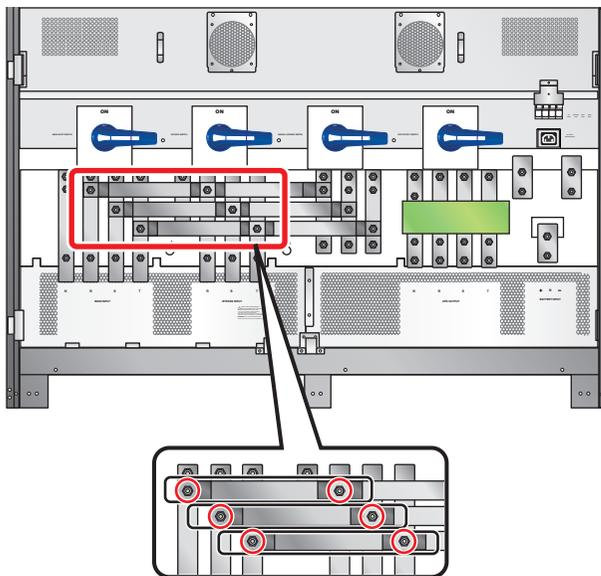

Рис. 5-10. Местоположение трёх медных шин
- 2** Используя торцевой ключ, снимите три медные шины, показанные на **Рис. 5-10**. Теперь ИБП находится в конфигурации с двумя входами.